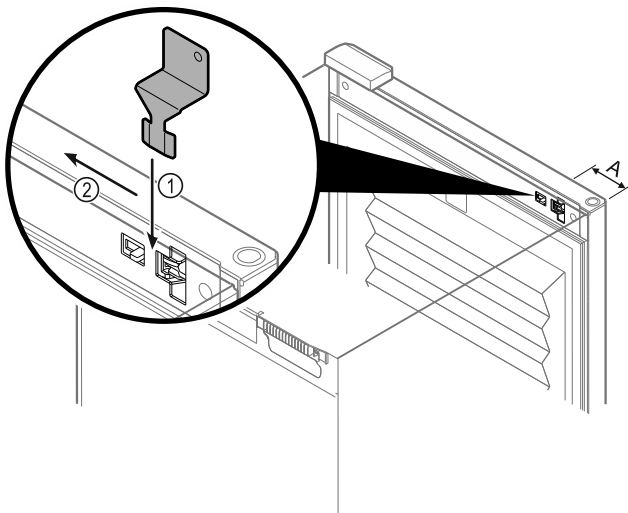

Fig. 138
- ▶ Розмістити ключ аварійного розблокування на заданому місці Fig. 138 (A)  $\approx$  100 мм.
- ▶ Вставити ключ аварійного розблокування між дверми та корпусом пристрою зверху до упору Fig. 138 (1).
- ▶ Потягнути ключ аварійного розблокування у напрямку сторони шарніра Fig. 138 (2).